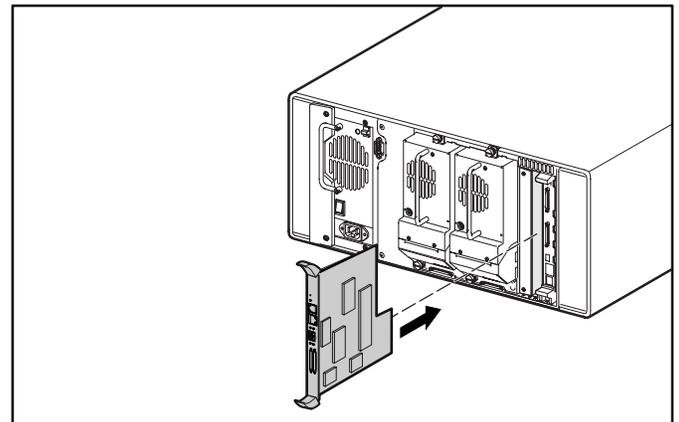

Figure 4 : Installation du routeur NSR (MSL5026)
4. Insérez soigneusement le routeur NSR dans les rails de guidage supérieurs et inférieurs du connecteur d'option approprié. Reportez-vous aux figures 4 et 5.